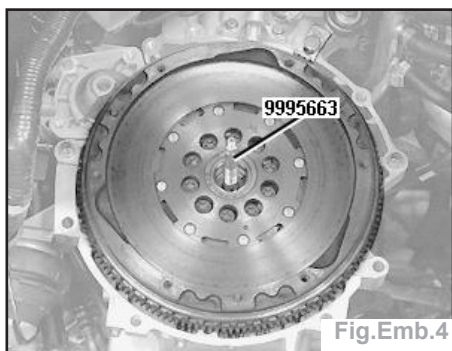

Fig.Emb.4
- Poser l'outil de centrage **999 5663** (Fig.Emb.4) :